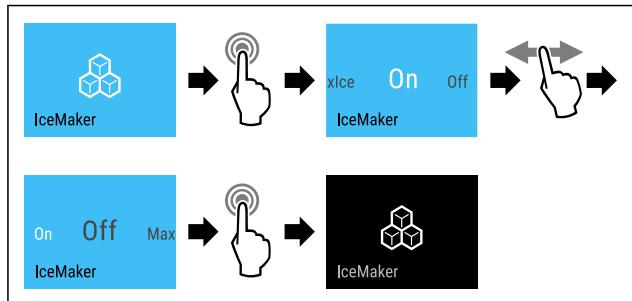

Fig. 20 Примерно изображение с активна функция IceMaker
- Изпълнете стъпките (виж Fig. 20).